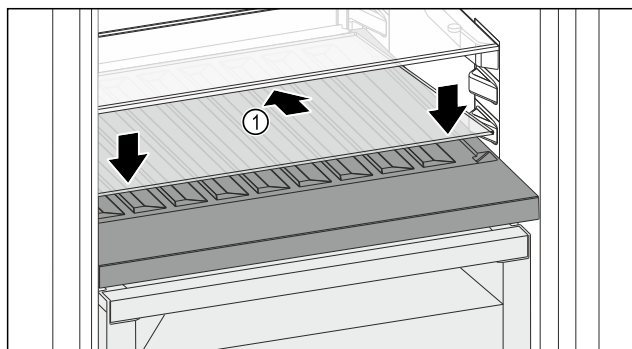

Fig. 109
- Glasplatte Fig. 109 (1) schräg und nach hinten unten geneigt ansetzen.
- Glasplatte Fig. 109 (1) vorne absenken.